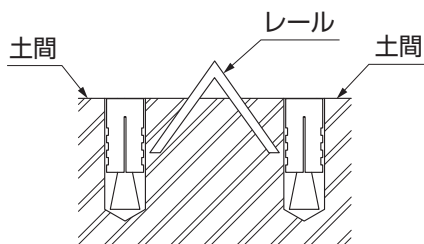

図7-8
- 脱輪防止部品セットを取付ける土間は、レールを挟んで左右が水平であることを確認してください。(図7-8参照)